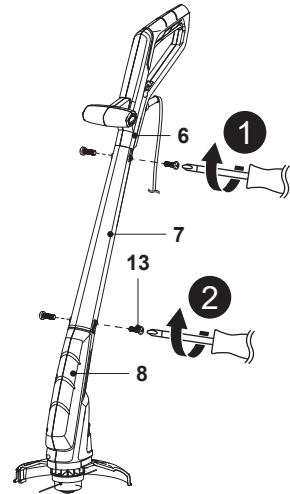

Fig. 2
3. Fije las partes superior (6), central (7) e inferior (8) de la barra con cuatro tornillos (13) en el sentido de las agujas del reloj (Fig. 2).